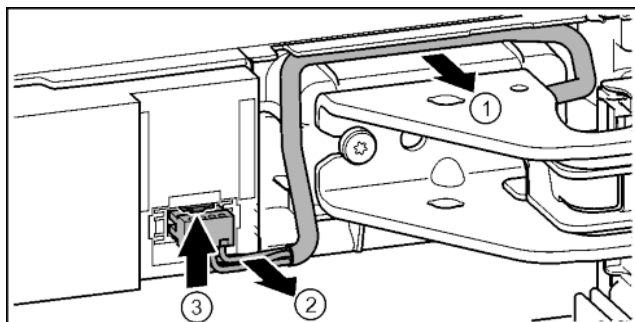

Fig. 21
- ▶ Ostrożnie wyjąć kabel znajdujący się nad płytką zawiasu. *Fig. 21 (1)*
- ▶ Z kanału ostrożnie wyjąć przewód pleciony. *Fig. 21 (2)*
- ▶ Nakładkę wcisnąć w górę i ostrożnie wyjąć wtyczkę. *Fig. 21 (3)*